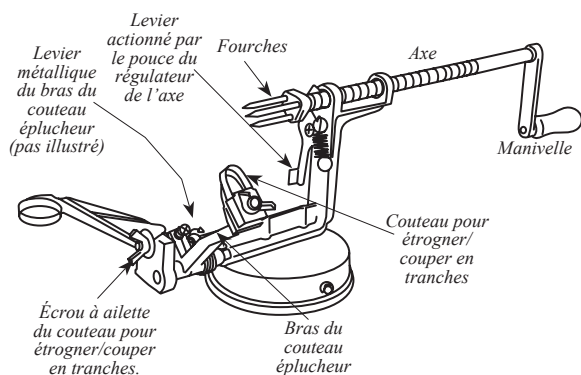

FIGURE 3
2. Appuyez sur le levier du pouce du régulateur de l'axe pour dégager la butée de l'axe. Tirez sur la manivelle jusqu'à ce que l'axe soit complètement en retrait vers l'arrière (**FIGURE 3**).